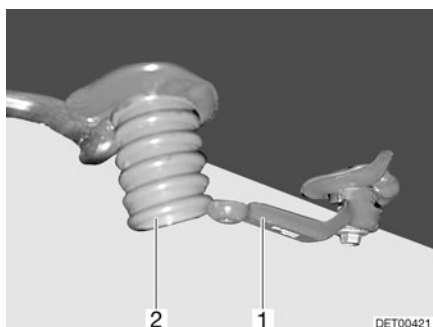

Fig. 143 Bec d'écoulement des eaux usées et robinet de vidange
- Placer un récipient approprié sous le bec d'écoulement d'eau (Fig. 143,2) ou le véhicule avec le bec d'écoulement au-dessus d'un point d'élimination spécialement prévu à cet effet.
- Ouvrir le robinet de vidange (Fig. 143,1). Les eaux usées s'écoulent.